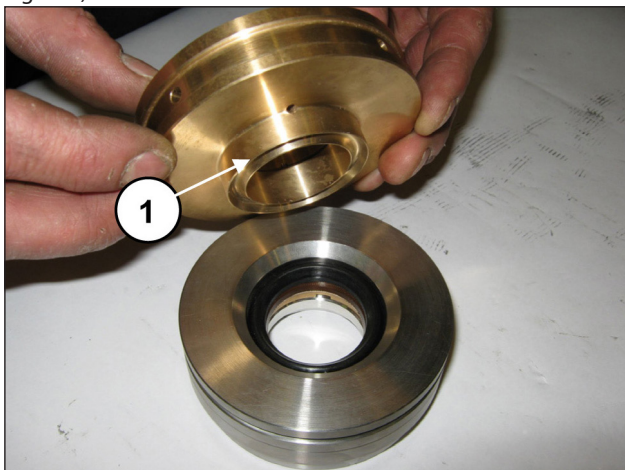
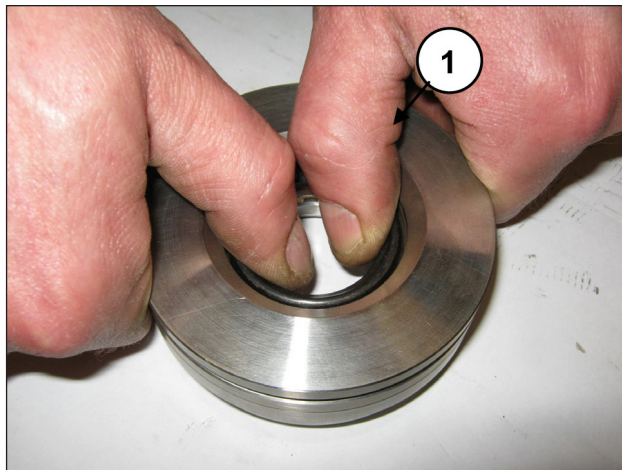

Fig. 172
Fig. 173
Separare il supporto guarnizioni dalla camicia (pos. ①, Fig. 172) per accedere alle guarnizioni di pressione (pos. ①, Fig. 173).